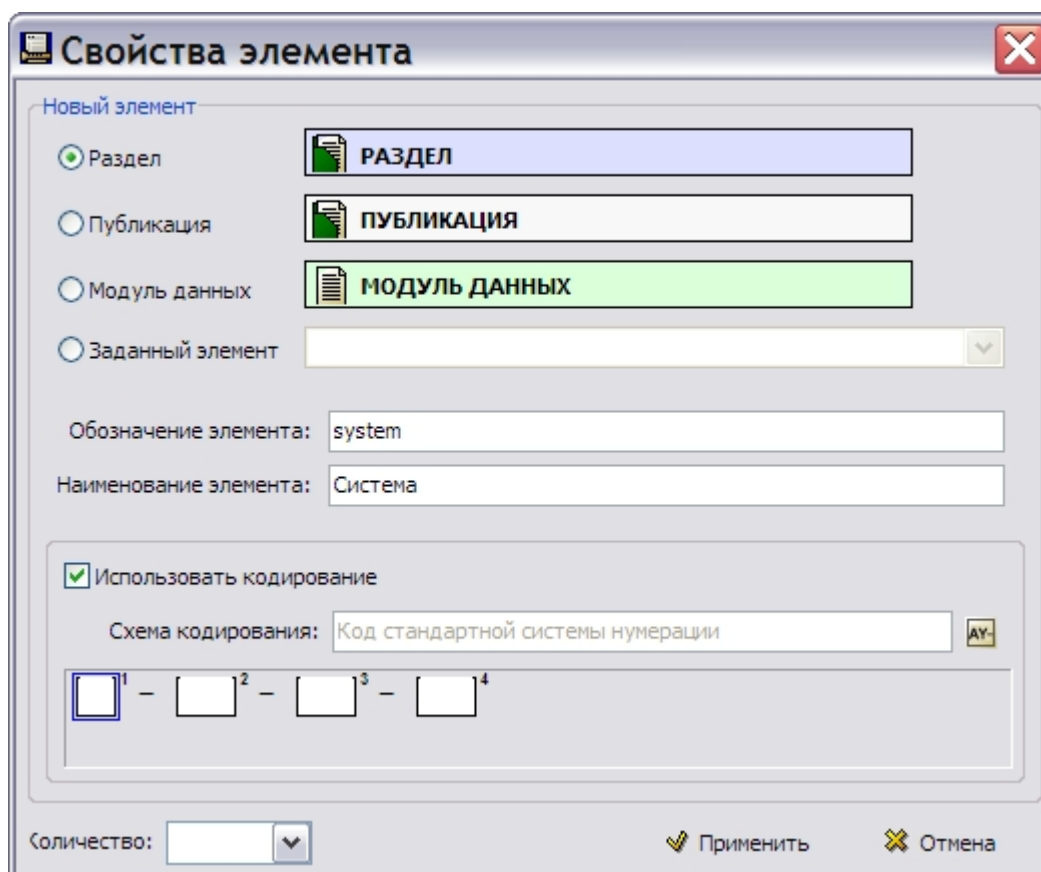

Рис. 4.7
4. Введите обозначение элемента «system». Обозначение должно состоять из латинских букв (Рис. 4.7).
9. Нажмите на кнопку **Применить**. После этого произойдёт возврат в диалоговое окно **Свойства элемента** (Рис. 4.7).